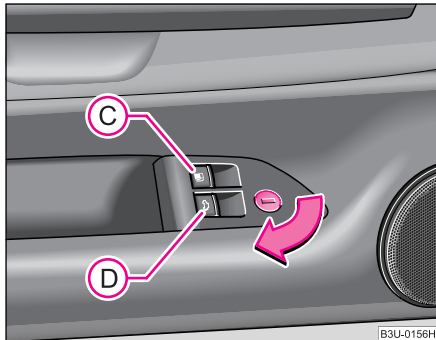

Fig. 24 Interiorul ușii conducătorului: Comutator pentru deschiderea clapetei rezervorului și a capacului portbagajului
- Trageți comutatorul **C** ♥ fig. 24.
- Trageți comutatorul **D** ♥ fig. 24.
- Rotiți cheia în încuietoare, conform săgeții ♥ fig. 24 .